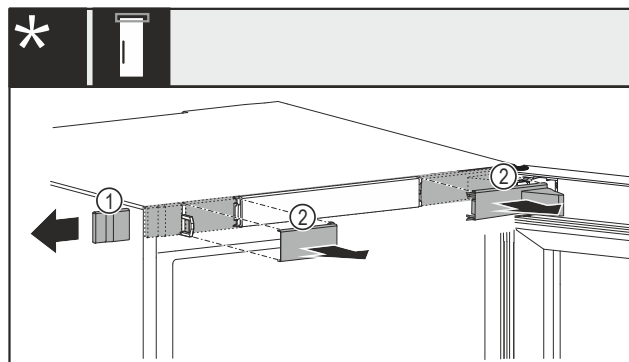

Fig. 14 S mehaničkom ili električnom bravom*
- Oprezno skinite poklopac Fig. 14 (1) bočno.*
- Oprezno skinite poklopce Fig. 14 (2) prema naprijed.*